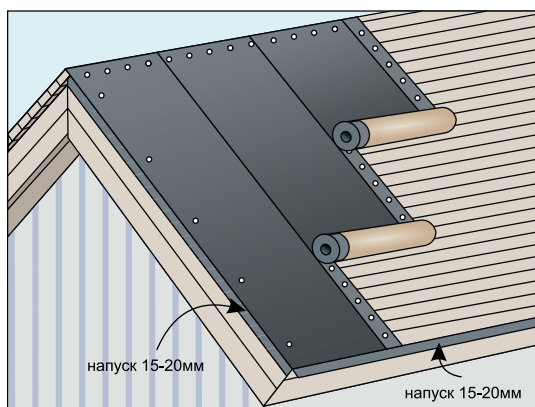

Рис. 8
- Подкладочный ковер раскатывается (закрепляется) вертикально по скату от конька к карнизному свесу (рис.8). При уклоне кровли от 12° до 18° горизонтально (параллельно) к карнизному свесу с нахлестом не менее 150 мм (рис .9);